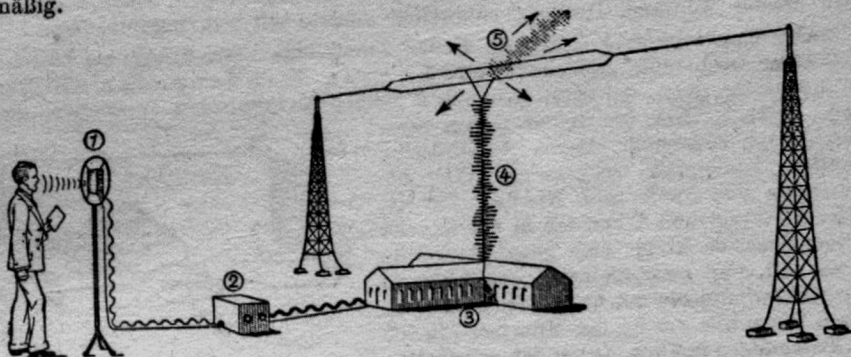

Abb. 94
b) Der Ansager spricht (Abb. 94) in das Mikrophon (1). Durch die Schallwellen der Stimme entstehen wie beim Fernsprecher elektrische Ströme; sie wechseln ihre Stärke, je nachdem die Stimme stärker oder schwächer, tiefer